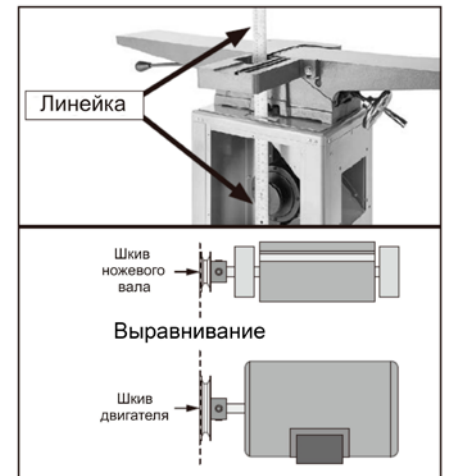
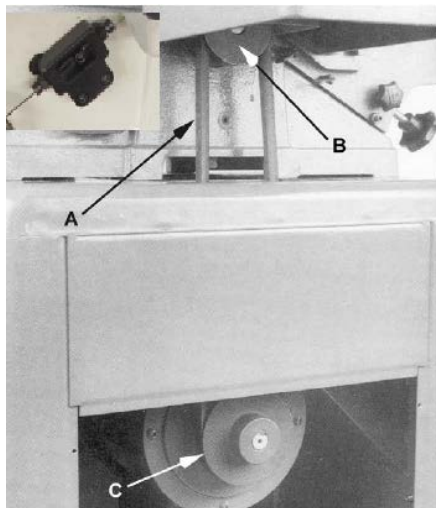
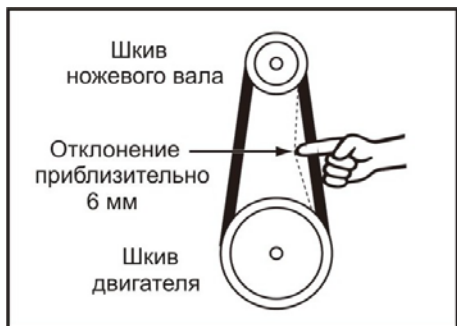

Рис.3
Рис. 4
Рис. 5
См. рис. 3, рис. 4, рис. 5:
5. Клиновой ремень натянут правильно, если при нажатии пальцем на ремень на середине расстояния между двумя шкивами ремень отклоняется на 6 мм (Рис. 5). Если ремень сильно ослаблен, ослабьте четыре болта крепления двигателя, надавите на опорную плиту, чтобы натянуть клиновой ремень, и затяните крепежные болты.